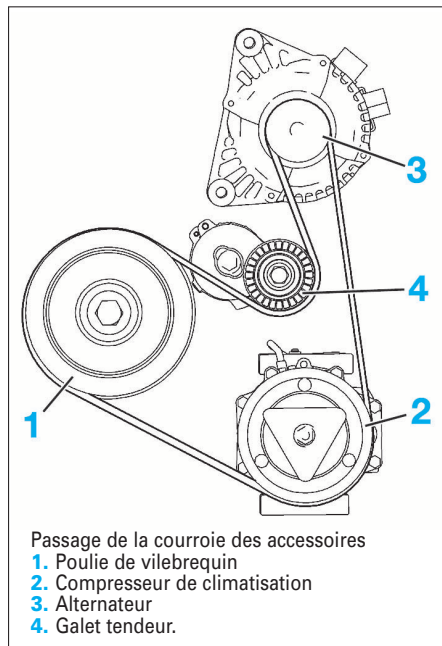

FIG. 23
- respecter le sens de montage de la courroie (Fig.23) et terminer sa mise en place par le galet tendeur